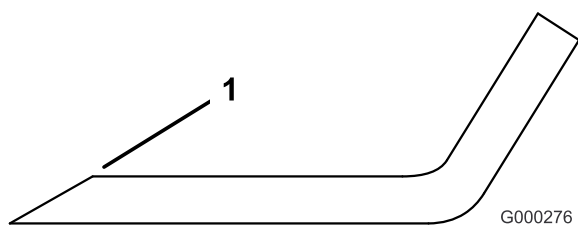

Рисунок 101
4. Заточите режущие кромки, если они затупились или имеют (Рисунок 101).